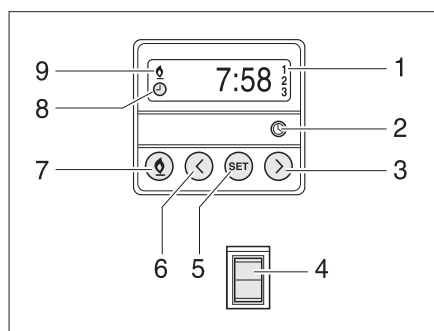

Fig. 175 Unidad de mando para la calefacción auxiliar
- Pulsar la tecla (Fig. 175,7). El funcionamiento de la calefacción se indica con el símbolo (Fig. 175,9). El ventilador apenas se conecta con una temperatura del agua de refrigeración de 30 °C.
- Pulsar la tecla (Fig. 175,7). Se apaga el símbolo (Fig. 175,9).
- Pulsar el interruptor (Fig. 175,4) por abajo. Se precalienta el motor. El ventilador se conecta inmediatamente.
- Pulsar el interruptor (Fig. 175,4) por arriba. El motor permanece frío.
- Pulsar la tecla (Fig. 175,2). El ajuste de la hora se indica con el símbolo (Fig. 175,8).
- Ajustar la hora con las teclas (Fig. 175,3 y 6).
- Pulsar la tecla (Fig. 175,5).
- Ajustar en 10 segundos el tiempo de conexión con las teclas (Fig. 175,3 y 6).
- Pulsar la tecla (Fig. 175,5) tantas veces como sea necesario hasta que aparezca en el display el número de programación (Fig. 175,1).